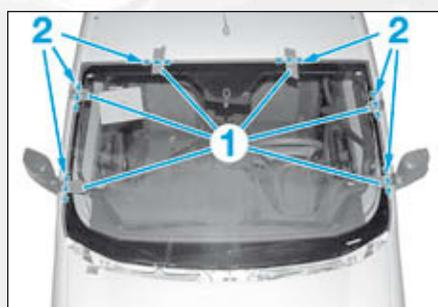

FIG.1
En cas de récupération du pare-brise placer des rubans adhésifs (1) et les couper en (2) (Fig.1).